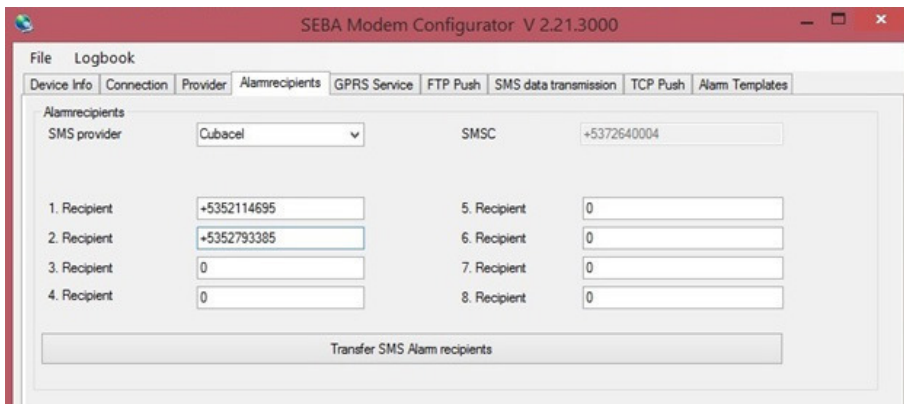

FIGURA 12. PESTAÑA "ALARMRECIPIENTS".
10. Seleccionar la pestaña “Alarmrecipients” (Figura 12). A través de “SEBACONFIG” se podrán definir las condiciones de la alarma en el registrador/transmisor de datos, que realizarán el envío de avisos a través de SMS hasta un total de 8 destinatarios distintos, por ejemplo, al superarse un determinado nivel en una medición o al bajar la tensión de la batería de un cierto umbral. Cuando se utilice GPRS, también se empleará GSM, por ello es importante que el número SMSC del proveedor esté correctamente configurado (+5372640004). Los receptores de las alarmas y los SMS se establecen con el “SEBA Modem Configurator”.